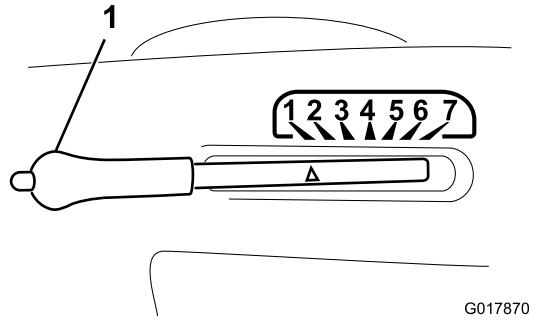

Bild 7
**Wichtig:** Wenn Sie die Maschine von der Rasenfläche fahren, müssen Sie den Schnitthöhenhebel auf die höchste Stellung (7) stellen, um eine Beschädigung der Messer zu vermeiden.
1. Halten Sie die Taste am Schnitthöhenhebel gedrückt (Bild 7).